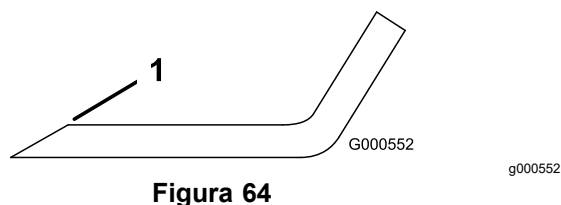

Figura 64
1. Utilice una lima para afilar el filo de corte en ambos extremos de la cuchilla (Figura 64).
Nota: Si la cuchilla no está equilibrada, rebaje algo del metal en la parte de la vela solamente (Figura 64).